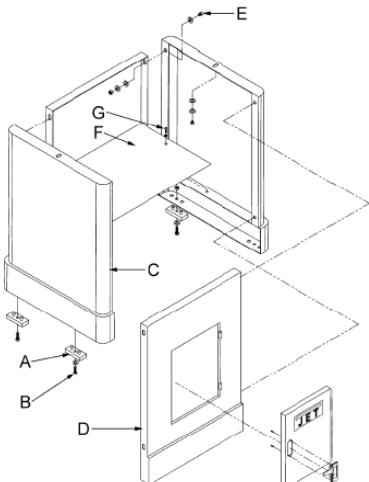

Рис. 1
Рис. 1 на боковой стороне станины с помощью 4 винтов, 4 шайб и 4 шестиграных гаек.
Скрепите боковые части (C) Рис. 1 и переднюю панель (D) с помощью 4 шестиграных болтов, 8 шайб, 4 гроверов и 4 шестигранных гаек (E). Закрепите полку (F) двумя винтами M5 (G) с двумя гроверами. Закрепите заднюю стенку и перед тем, как затянуть все болты, проследите, чтобы станина устойчиво стояла на ровной поверхности.